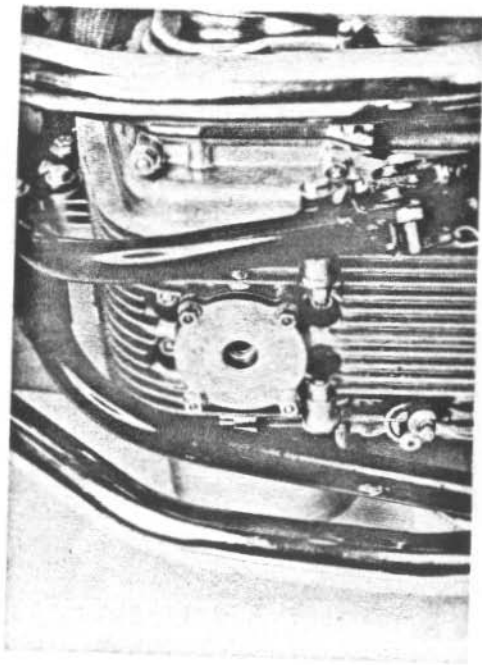

Fig. 26
1) Togliere il tappo con l'astina e scaricare l'olio togliendo il filtro posto nella parte interna della coppa: occorre svitare i quattro dadi da 10 mm e facendo leva leggermente con un cacciavite in uno dei due appositi intagli (Fig. 26), estrarre il filtro al completo.
1) Remove the filler cap with the dipstick, and thoroughly drain the oil from the sump, having removed the filter fitted inside the sump (undo four 10 mm nuts and pry out the filter assembly with a screwdriver) (Fig. 26).